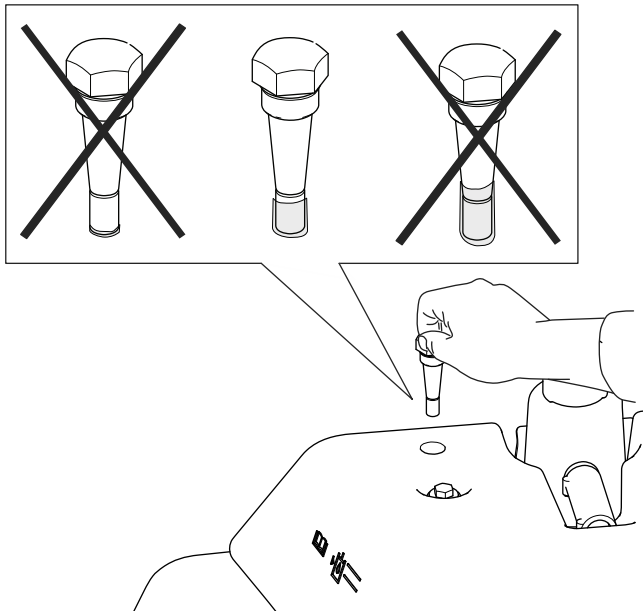

Figura 49
4. Retire la varilla y compruebe el nivel de fluido. Si está entre las marcas de la varilla, el nivel es correcto. Si el nivel de fluido no está entre las marcas, ajuste el nivel de fluido (Figura 49).